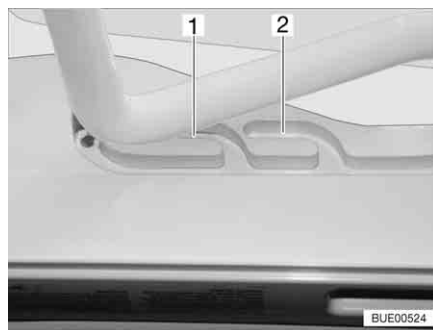
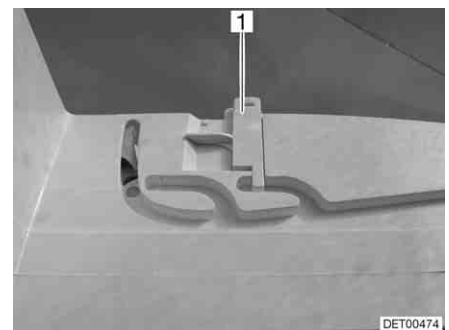

Bild 118 Heki-takluckan i ventilationsläge
Bild 119 Lås ventilationsläge
Heki-takluckan kan ställas i två ventilationslägen: Läget för dåligt väder (Bild 118,1) och mittläget (Bild 118,2). Beroende på modell kan takluckan låsas i mittläget med de båda spärrarna (Bild 119,1) till höger och vänster om ramen till takluckan.
- Tryck bygelns lätt uppåt och skjut in den i det valda spåret (Bild 118,1 eller 2) och lås eventuellt.